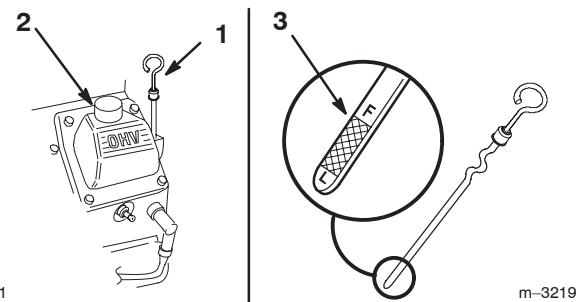

Figure 39
- Nettoyez la surface autour de la jauge d'huile (Fig. 39) pour éviter que des impuretés ne s'introduisent dans le goulot de remplissage, ce qui risquerait d'endommager le moteur.
- Sortez la jauge d'huile et essuyez soigneusement l'extrémité métallique (Fig. 39).
- Enfoncez la jauge complètement dans le goulot de remplissage. Sortez de nouveau la jauge et examinez l'extrémité métallique (Fig. 39). Si le niveau est bas, versez lentement une quantité d'huile suffisante dans le goulot de remplissage pour amener le niveau au repère du plein (F).
- Versez lentement environ 80% de la quantité d'huile spécifiée dans le goulot de remplissage (Fig. 39) (voir Entretien de l'huile moteur, page 34).
- Faites l'appoint avec précaution jusqu'à ce que le niveau atteigne le repère du plein (F).